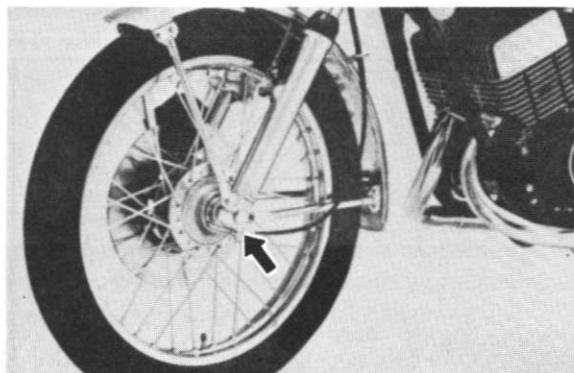

Fig. 5-2-2
- 1) Disconnect the speedometer cable. (Fig. 5-2-2)
- 1) Déconnecter le câble d'indicateur de vitesse. (Fig. 5-2-2)
- 1) Tachometerkabel lösen. (Abb. 5-2-2)